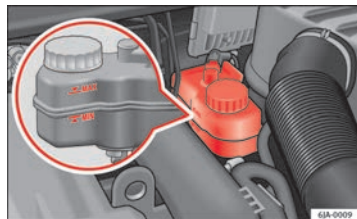

Fig. 120 Compartimento do motor: Depósito do líquido dos travões
- Verifique o nível do líquido dos travões no depósito ⇒ Fig. 120. O nível deve estar sempre entre as marcas «MIN» e «MAX».